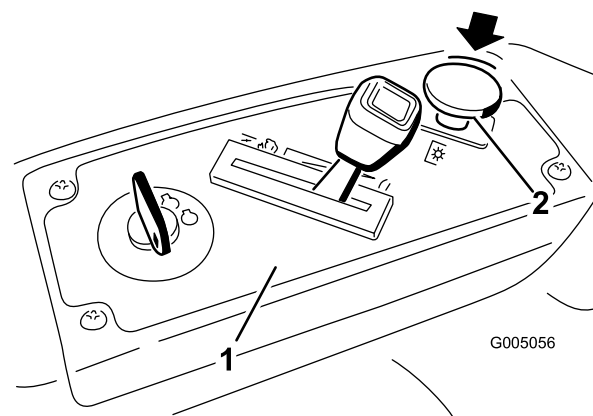

Bild 14
Drücken Sie den Zapfwellenantriebsschalter nach unten, bewegen Sie ihn in die Aus-Stellung und kuppeln Sie die Messer aus (Bild 14).
- Kuppeln Sie die Messer aus, indem Sie den Zapfwellenantriebsschalter in die Aus-Stellung stellen (Bild 14).